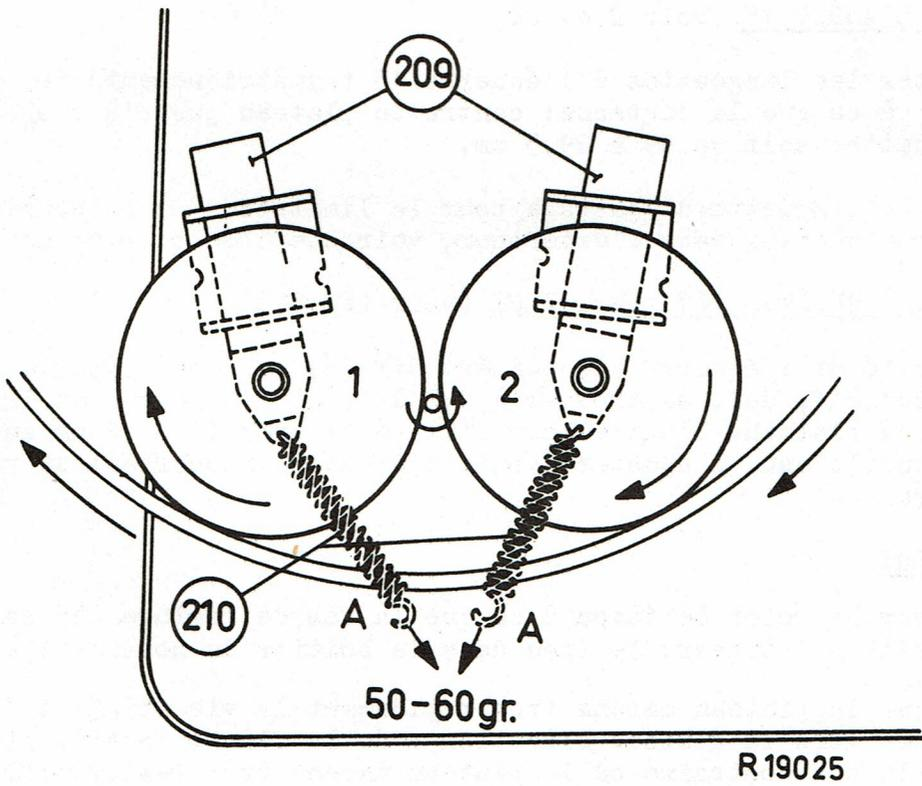

Fig.24
S'il n'y avait qu'une roue intermédiaire il se produirait du pleurage chez la courbe gauche ou droite dépendant de la position de cette seule roue intermédiaire. (voir la fig.24).
3. Les tensions des ressorts mesurées au point A (voir la fig.24) doivent être 50 à 60 gr.